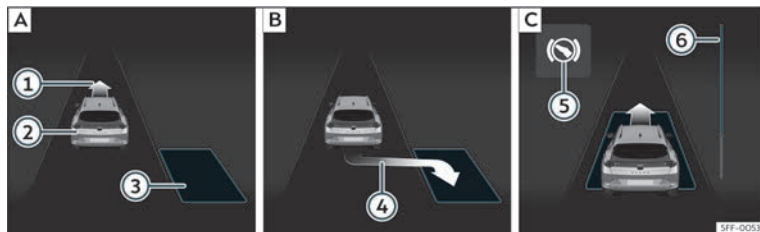
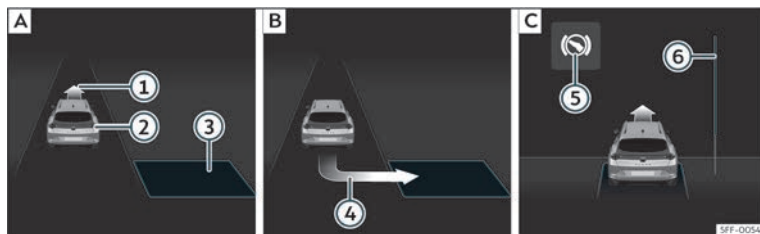

Fig. 172 No ecrã do painel de instrumentos: estacionar em linha. **[A]** Procurar um lugar de estacionamento. **[B]** Posição para estacionar. **[C]** Manobrar.
Fig. 173 No ecrã do painel de instrumentos: estacionar em espinha. **[A]** Procurar um lugar de estacionamento. **[B]** Posição para estacionar. **[C]** Manobrar.
para estacionar»» **Fig. 172 [B]** ou»» **Fig. 173 [B]**. O lugar foi considerado «apropriado» se no ecrã do painel de instrumentos aparecer a indicação de estacionar ④.
• Retroceda até o sinal contínuo do ParkPilot soar; **OU:** retroceda até aparecer a indicação de marcha à frente no ecrã do painel de instrumentos >>> **Fig. 172**  ou >>> **Fig. 173** ; **OU:** retroceda até aparecer a mensagem **Park Assist finalizado** no ecrã do painel de instrumentos. A barra de progresso  indica a distância a percorrer >>> Página 281.
até centrá-lo no lugar >>> **Fig. 172**  ou >>> **Fig. 173** .
A barra de progresso >>> **Fig. 172**  e >>> **Fig. 173**  mostra simbolicamente no ecrã do painel de instrumentos a distância relativa que ainda falta percorrer. Quanto maior for a distância, mais cheia está a barra de progresso. Ao circular em marcha à frente, o conteúdo da barra de progresso diminui para cima, e ao circular em marcha-atrás, diminui para baixo.